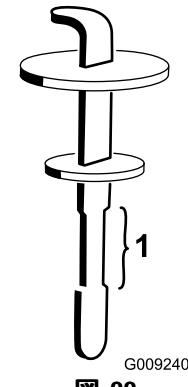

図 88
4. 補給口の首からディップスティックを抜き、ウエスできれいに拭う。もう一度首に差し込んで引き抜き、オイルの量を点検する。オイルの量が安全範囲にあれば適正である (図 88)。